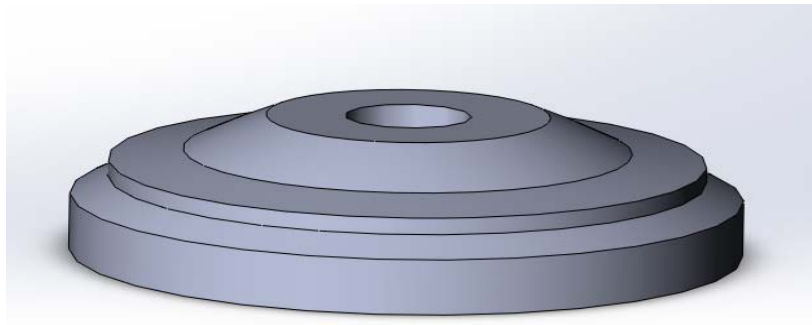

Рис.3. Результат побудови
3. Отримаємо зображення, показане на (Рис.3).